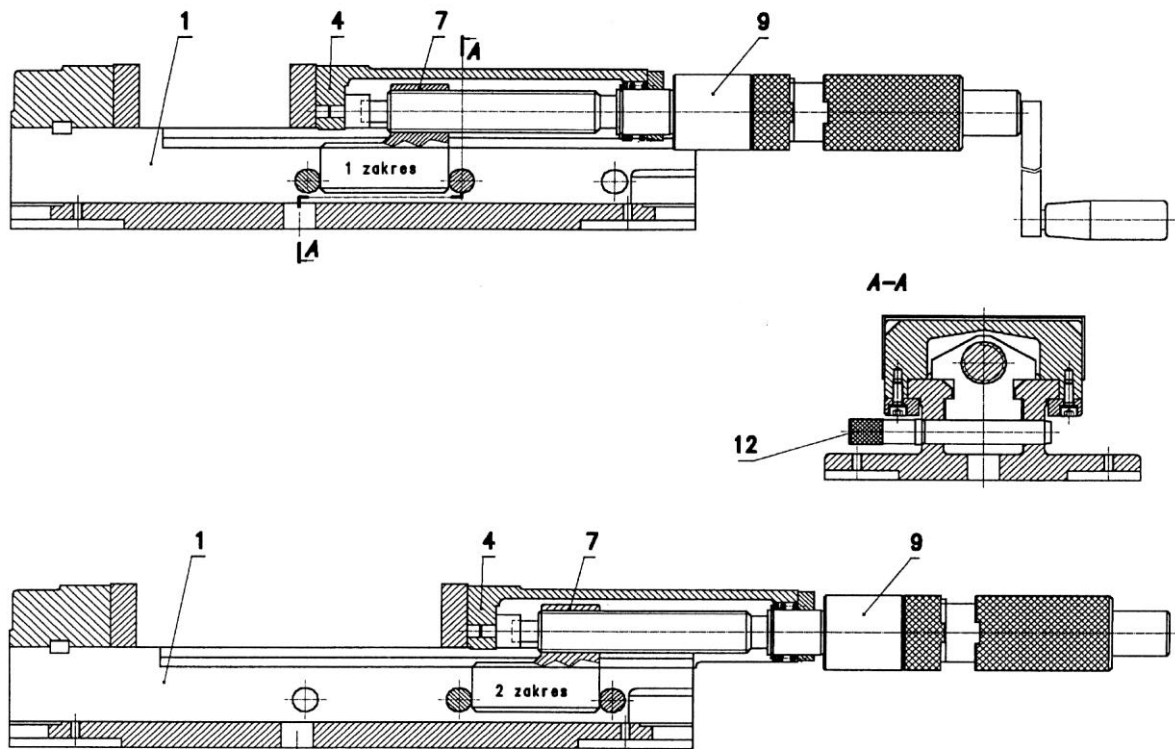

Abb. 2 Änderung des Klemmbereiches des Schraubstocks.
Die bewegliche Backe 4 läuft stufenlos in Körperführungen 1 getrieben von der die Leitspindel 9 innerhalb zwei Klemmbereichen (Abb. 2).
Die Änderung des Klemmbereiches wird wie folgt durchgeführt: entfernen Sie zwei Sperrbolzen 12, stellen Sie den Halter in Bezug auf den Körper von der Position 1 zur Position 2 oder umgekehrt abhängig vom Bedürfnis ein (siehe Abb. 2) und mit Sperrbolzen 12 absperren.
- ▶ Riegel 12 in Öffnungen im Schraubstock-Körper einfügen (Abb. 2).